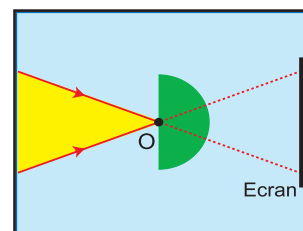

Fig. 23
- 9- Un faisceau lumineux conique converge en un point O. Il donne sur un écran situé à un mètre du point O une tache de 35 cm de rayon. On interpose une demi-boule d'indice de réfraction n comme indiqué sur la figure 23, le point O coïncidant avec le centre de la face plane de la demi-boule. On constate que le rayon de la tache sur l'écran n'est plus que de 23 cm. Déterminer l'indice de réfraction de la substance constituant la demi-boule.